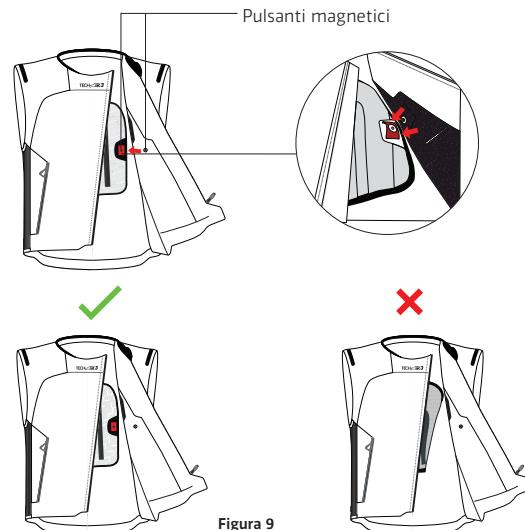

Figura 9
1. Indossare il Sistema e fissare l'Airbag presente nell'area del torace utilizzando i pulsanti magnetici presenti sul gilet (Figura 9).
2. Chiudere la Zip di Attivazione (1) dal basso verso l'alto e attendere l'accensione del Sistema.
3. La corretta chiusura della Zip di Attivazione (1) e l'accensione del Sistema sono segnalate dall'accensione del Display a LED (2) e dalla presenza di una vibrazione nella stessa area.
4. Una volta acceso il Sistema, controllare il Display a LED (2) per verificare che il Sistema si sia avviato correttamente (vedere la Sezione 13 "Indicazioni sul Display a LED"). In particolare, l'utente deve verificare che dopo l'avvio del Sistema non sia presente alcun guasto del Sistema.